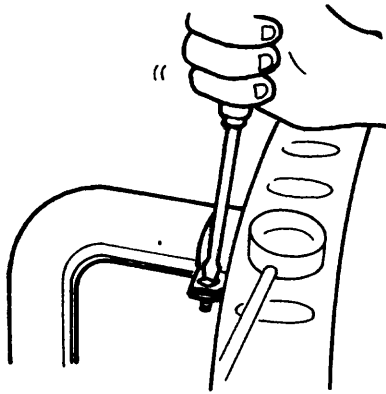

Fig. 3
- ___ a Suelte las abrazaderas de fijación (fig. 3).